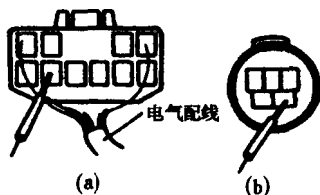

图 1-1
(5)用万用表检查线路接头时 如果接头是防水型的 应仔细取出防水橡胶套 当检查电阻、电流或电压时 所用万用表阻抗必须大于  $10M\Omega$  检查时将万用表测针插进线束端的接头里 测针插入时不可对接头过分用力 检查后 在接头上可靠地安装防水橡胶套。测试连接器插脚端子时，测针插入方向应如图 1-1 所示。图 1-1(a)表示从带有配线的后端插入测针来检查；图 1-1(b)表示没有配线的前端用测针来检查。
(6) 在进行电控汽油喷射系统燃油系统检修作业之前，必须先拆下蓄电池搭铁线，以免损坏机件。当需拆卸油管时，为防止汽油流出，必须先泄放掉管路内的压力，通常采用的方法是拔掉电动汽油泵导线插头，再启动发动机直至发动机自行熄火。